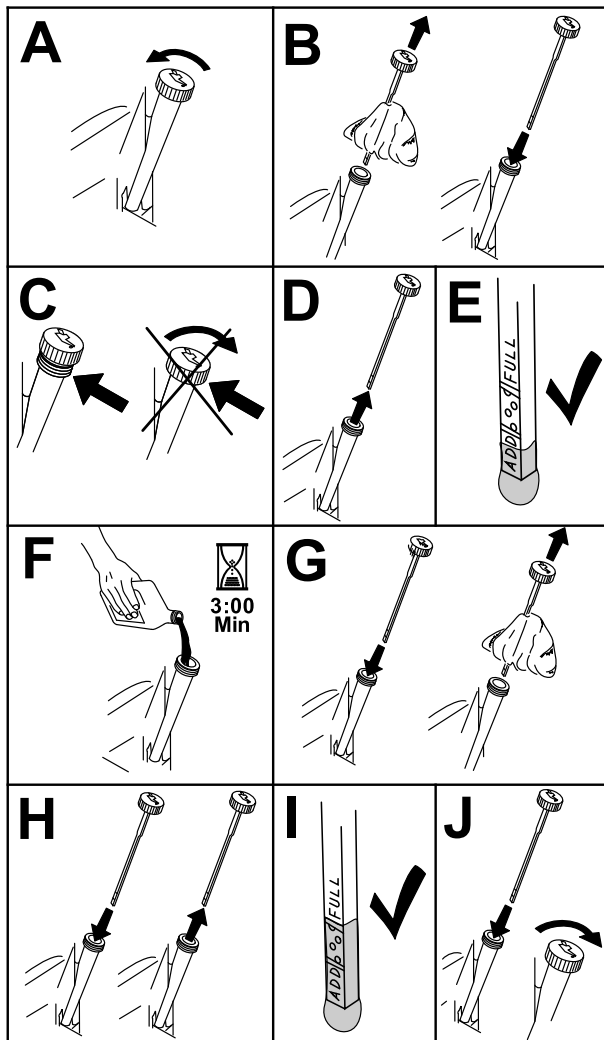

Bild 61
3. Reinigen Sie den Bereich um den Ölfüllstutendeckel bzw. den Peilstab vor dem Abnehmen, damit kein Schmutz oder Schnittgut usw. in den Motor gelangt (**Bild 61**).